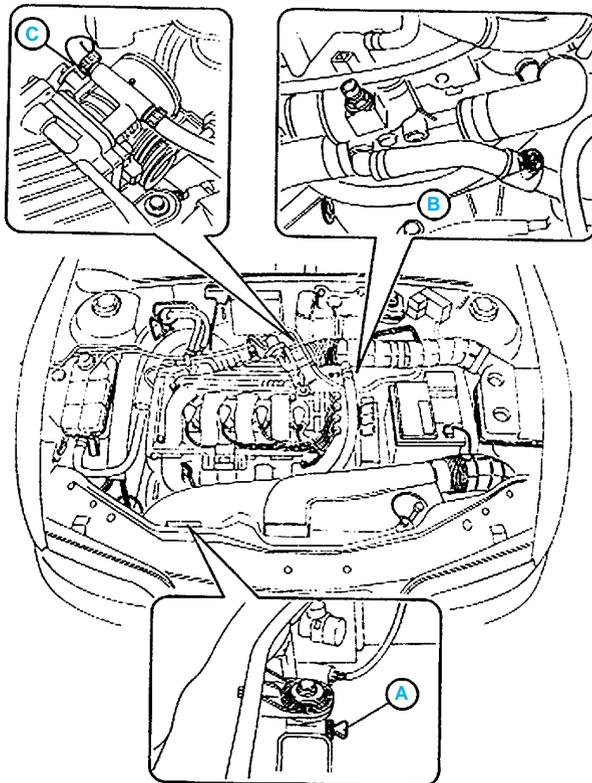

fig. Mot. 26
- Ouvrir les deux bouchons de purge (A - B) (fig. Mot. 26).
- Déboîter du corps papillon la tubulure (C) de raccordement au thermostat.
- Verser lentement dans le circuit le liquide de refroidissement à travers le goulot, jusqu'à ce qu'il sorte par la purge (A) placée sur le radiateur ; fermer ensuite cette dernière.
- Poursuivre le remplissage jusqu'à ce que le liquide sorte par la purge (B) située sur la durit de sortie du réchauffeur ; fermer ensuite cette dernière.
- Rétablir le branchement thermostat - corps papillon par l'intermédiaire de la tubulure (C).
- Dévisser partiellement et avec soin la vis de purge (B) tout en montant légèrement en régime pour faciliter l'évacuation de l'air éventuellement resté dans le circuit ; fermer ensuite la purge (B) au moment de l'évacuation du liquide de refroidissement.